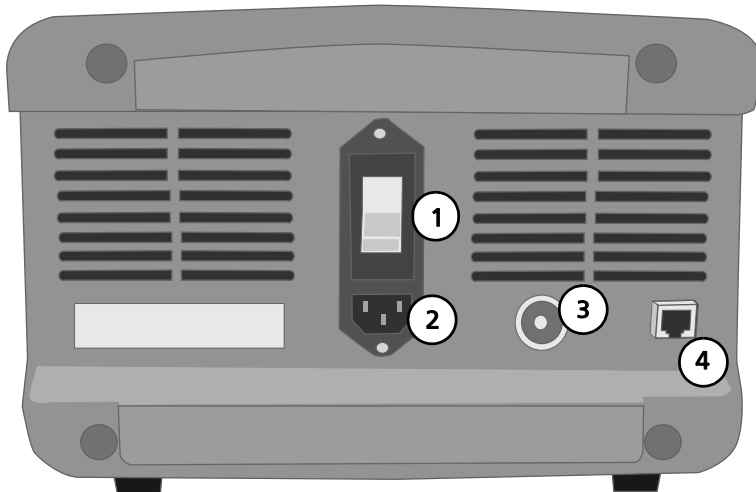

Abbildung 6.2. Akkuladegerät (Rückseite)
2. Den Schutzschalter ausschalten. Siehe Abbildung 6.2, „Akkuladegerät (Rückseite)“, auf Seite 30.